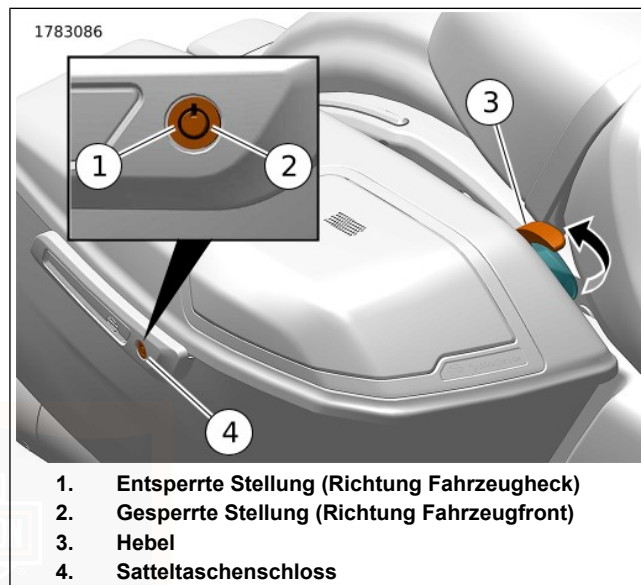

Abbildung 67. Satteltasche
Schlüssel: Siehe Abbildung 67. Den Schlüssel in das Schloss einführen. Den Schlüssel einstecken und um eine Vierteldrehung Richtung Fahrzeugfront drehen. Schlüssel zurück in mittlere Position bringen und herausziehen.
Schlüssel: Siehe Abbildung 67. Den Schlüssel in das Schloss einführen. Den Schlüssel einstecken und um eine Vierteldrehung Richtung Fahrzeugheck drehen. Schlüssel zurück in mittlere Position bringen und herausziehen.
1. Siehe Abbildung 67. Satteltasche entriegeln.
2. Den Satteltaschenhebel (3) anheben.
1. Siehe Abbildung 67. Den Satteltaschendeckel zuklappen.
2. Den Hebel (3) nach unten drücken, bis die Verriegelungen einrasten. Überprüfen, dass der Deckel sicher geschlossen ist.
1. Siehe Abbildung 67. Die Satteltasche öffnen.